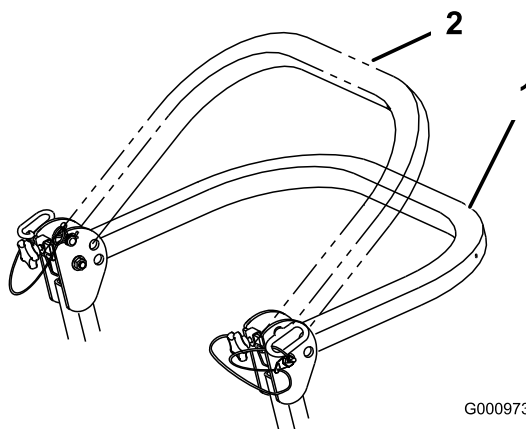

Figura 6
3. Abbassate il roll bar. Il roll bar può essere abbassato in due posizioni; vedere Figura 6.